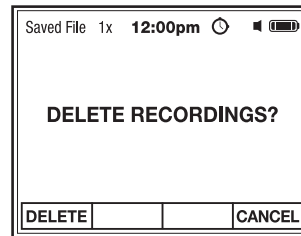

Fig. 15
7. Use los botones programables para BORRAR una grabación o CANCELAR y volver a las Grabaciones Guardadas sin borrar (Fig. 15).